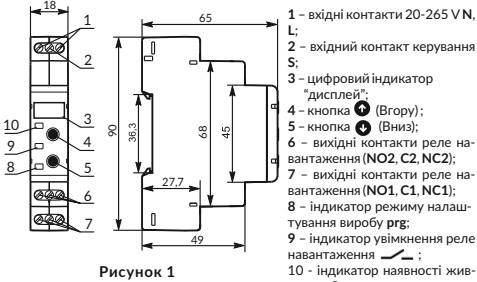

Рисунок 1
Подайте напругу живлення на виріб. На лицьовій панелі виробу натисніть і утримуйте одночасно кнопки (P) + (R), через 3 секунди увімкнеться індикатор prg (рис.1 поз.8) і на дисплеї відобразиться перший параметр головного меню (Pr-9), відпустіть кнопки.